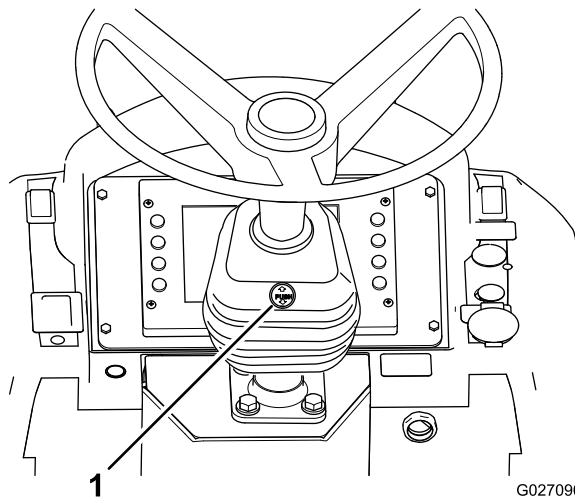

Figura 11
3. Pulse el mecanismo de enganche (situado debajo de la palabra PUSH (moldeada en el fuelle de la columna de dirección) hasta que la columna se desbloquee (Figura 11).
5. Suelte el mecanismo de enganche y compruebe que la columna de dirección queda bloqueada (Figura 11).